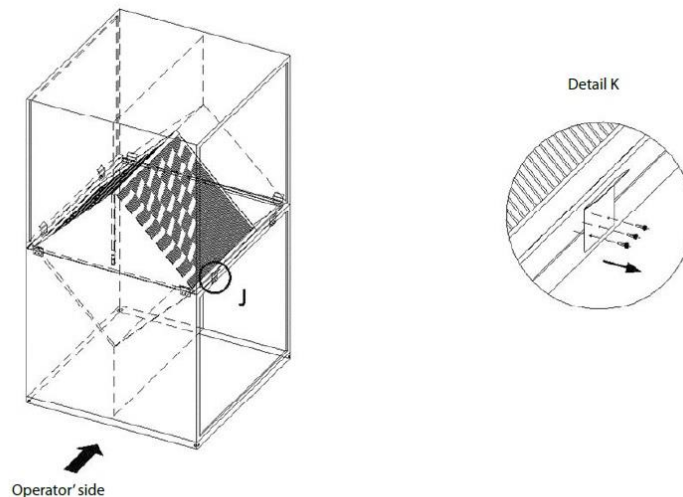

Figure 14 – Removal of guiding bars
- Démontez 3 vis M8, voir Figure 14, Détail J